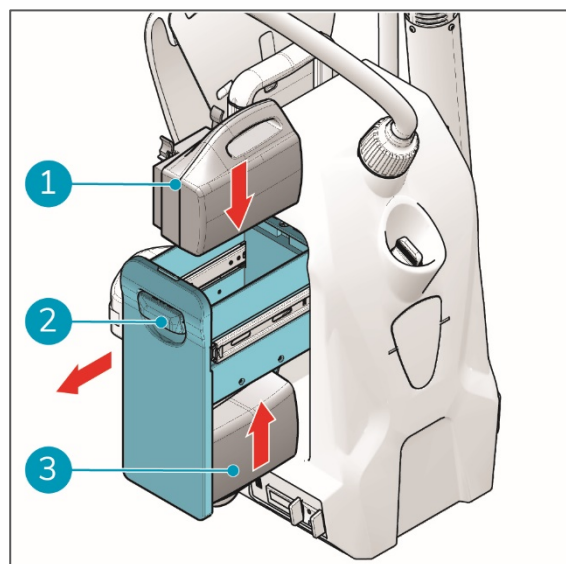

Abbildung 11
1. Öffnen Sie das Akkufach (Abb. 11, Pos. 2) an der Seite des i-gum®.
2. Setzen Sie den blau gekennzeichneten Akku in den blauen Akkuschlacht (oben) ein (Abb. 11, Pos. 1).
3. Setzen Sie den grau gekennzeichneten Akku in den grauen Akkuschlacht (unten) ein (Abb. 11, Pos. 3).
4. Schließen Sie das Akkufach (Abb. 11, Pos. 2).